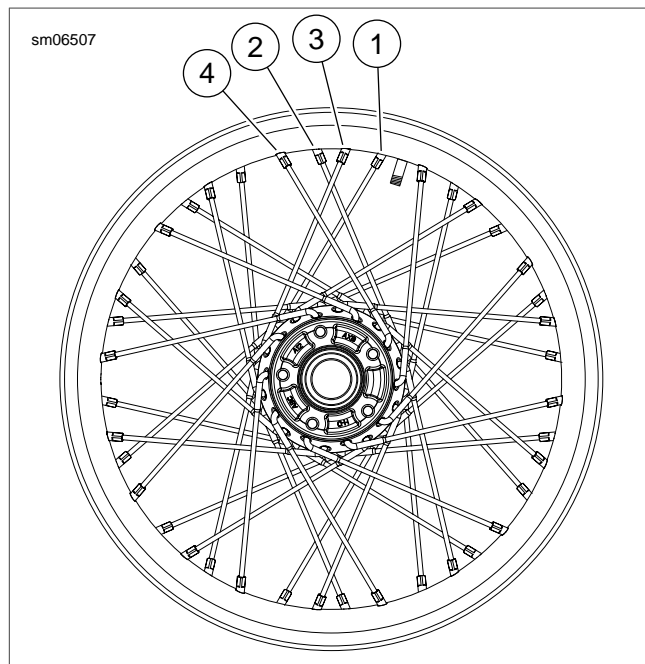

Figure 1-7. Serrage des roues à rayons (typique)
2. Voir Figure 1-7. En commençant à la tige de valve, identifier le premier groupe de quatre rayons (1 à 4).
1. Voir Figure 1-7. En commençant par le premier groupe de rayons, desserrer le rayon (1) de 1/4 de tour en utilisant la CLÉ D'ÉCROU DE RAYON (n° de pièce HD-94681-80).
2. En utilisant la CLÉ DYNAMOMÉTRIQUE DE RAYON (n° de pièce HD-48985) serrer le rayon (1) à la valeur indiquée dans Tableau 1-8.
3. Répéter les deux étapes précédentes pour le rayon (4) du même groupe.